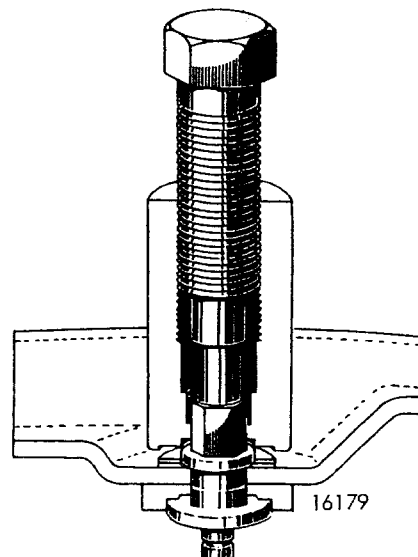

Fig 12-14. Borttagning av verktyg
4. Sätt i skruven och dra verktyget av bulten, se fig 12-14.